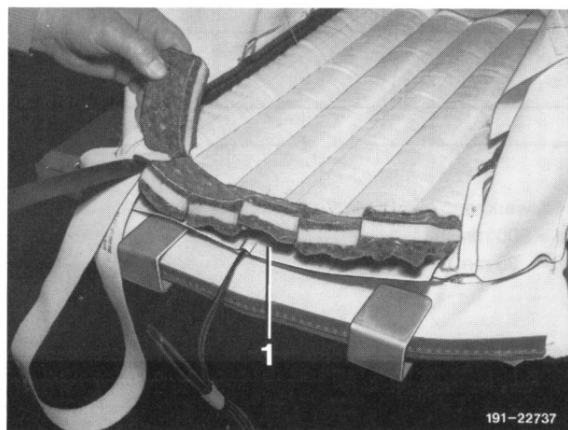

Bild 5
10 Heizkissen (1) mit Hilfswerkzeug zwischen Bezug und Polsterunterlage schieben (Bild 5).